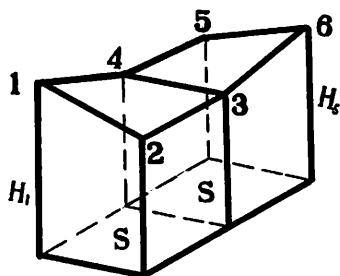

図2 長方形区分法
②は建物敷地の地ならし、土取り場と土捨て場のように広い土地の土積算定に用いる。図2で長方形区分法の原理を説明する。この図では、土地を同形の面積 S の長方形に区分し、区分した長方形を底面を持つ立体を二つ並べた。実際には、その立体が多数配列される。この二つの四角柱の体積 V は平均標高を使って、 $V = S (H_1 + H_2 + 2H_3 + 2H_4 + H_5 + H_6) / 4$ から求められる。 H_3 、 H_4 は二つの四角柱を共有していることに注意しよう。四角柱が多数の場合も、この考えで土積の計算を進めればよい。したがって、